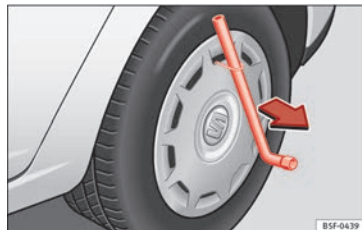

Abb. 158 Die Radvollblende vom Rad abnehmen.
- Nehmen Sie die Radvollblende mit dem Drahhaken ab »» **Abb. 158.**